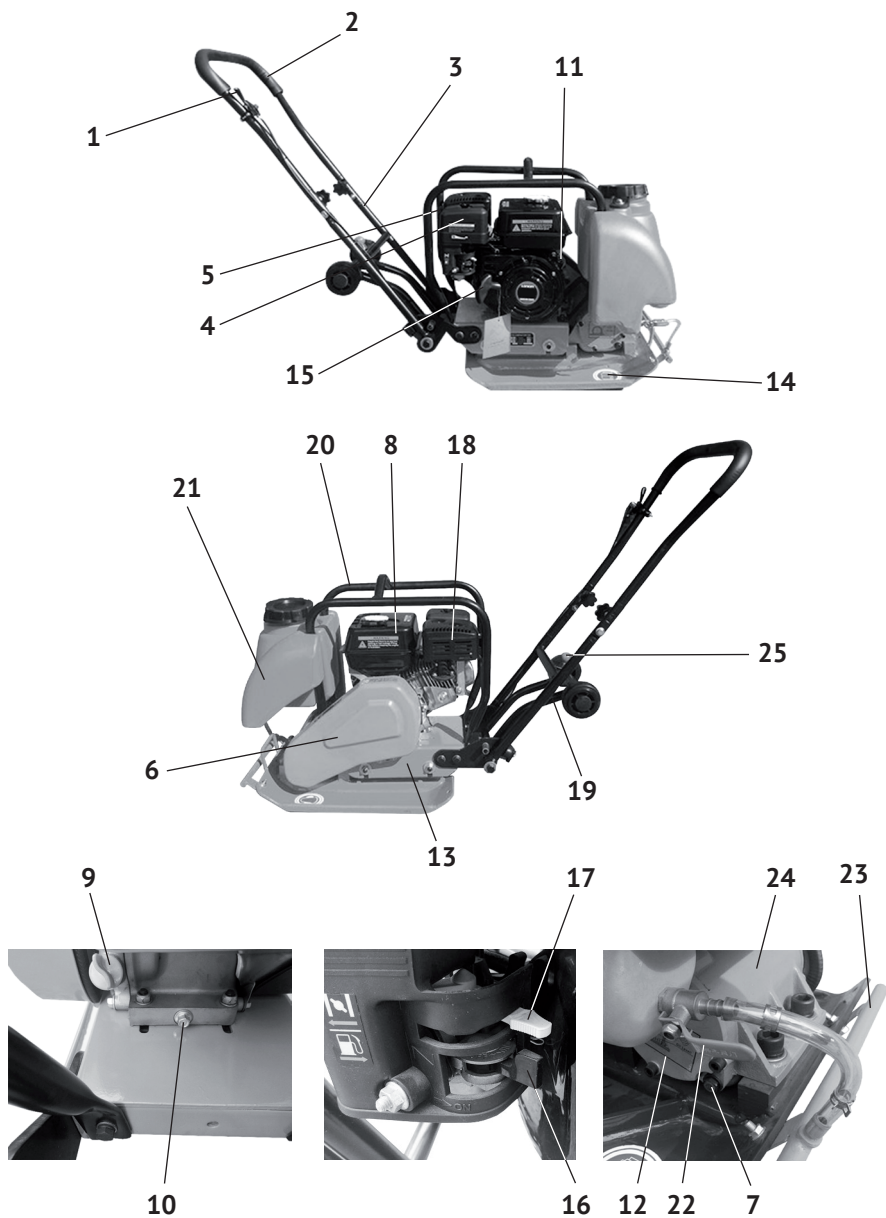

рис.1
2.4 Общий вид виброплиты представлен на рис.1
Основным несущим узлом виброплиты является цельнометаллическое основание (рис.1 поз.14), выполненное заодно с корпусом вибратора, имеющее форму широкой «лыжи» с загнутыми краями. Сверху на основание крепится, с использованием виброамортизаторов (резиновых подушек), платформа двигателя (рис.1 поз.13). Платформа двигателя – сварная конструкция, являющаяся базовым узлом, на которую крепятся: двигатель с приводом, рукоятка управления (рис.1 поз.3), кронштейн с колёсами (рис.1 поз.19), рама крепления (рис.1 поз.20) системы орошения с баком (рис.1 поз.21) и кожух ремённой передачи (рис.1 поз.6).
В корпус вибратора, на подшипниках, смонтирован эксцентриковый вал, закрытый с торцов крышками (рис.1 поз.12). На выходном конце вала вибратора закреплён шкив ремённой передачи.
При вращении эксцентрикового вала вибратора создается центробежная сила, приводящая к вибрации плиты (рис.1 поз.14). Амплитуда колебаний в передней части виброоснования больше, чем сзади, что приводит к прямолинейному передвижению виброплиты.
Открутите крышку топливного бака (рис.1 поз.8). Заливайте бензин в топливный бак не более чем на 1 см ниже уровня основания заливной горловины. Перед запуском двигателя тщательно протрите крышку бензобака, удалив возможные при заправке брызги топлива.
- открутить пробку (рис.1 поз.7) в крышке (рис.1 поз.12) корпуса вибратора;
- отвернув крышку пластикового бака (рис.1 поз.21), залейте воду;
- отрегулируйте подачу воды с помощью крана (рис.1 поз.22) оросительной трубки (рис.1 поз.23).
- медленно потяните за ручку стартера (рис.1 поз.15) до появления сопротивления, а затем резким движением вытяните трос на всю длину. Повторите действие ещё раз, если двигатель не завёлся;